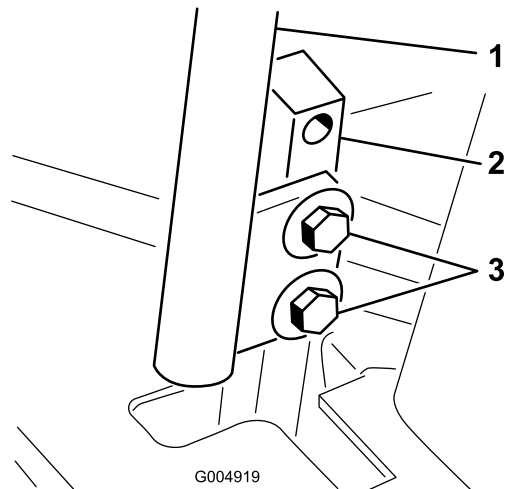

Figura 83
- Afloje los pernos que sujetan las palancas de control (Figura 83).